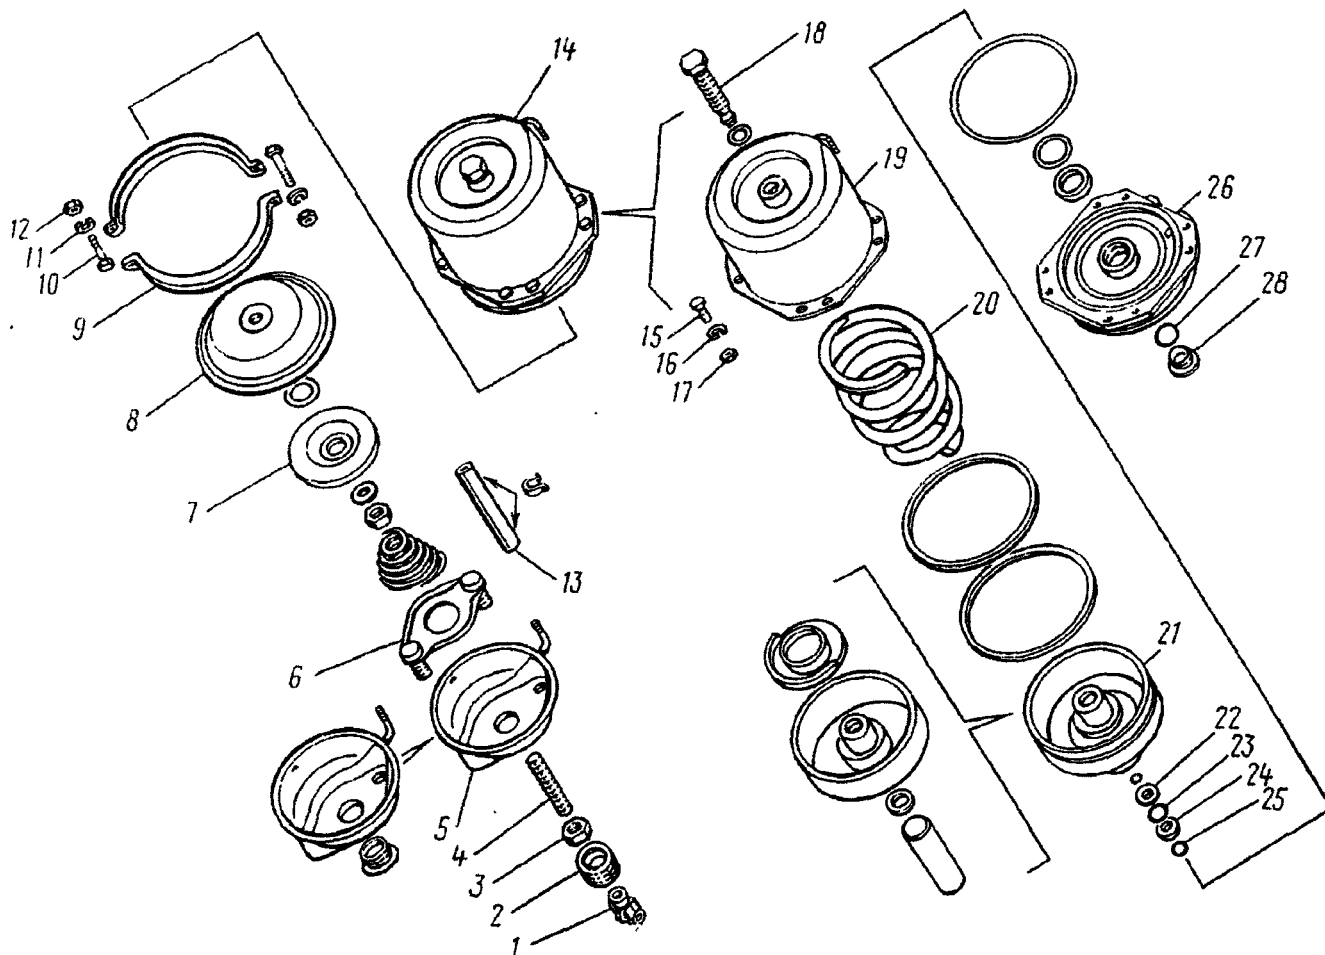

Рис. 334. Камера тормозная с пружинным энергоаккумулятором типа 24/24:
1. Отверните со штока 4 (рис. 334) вилку 1, ослабив контргайку 3	Верстак слесарный, бородок, ключ 22 мм